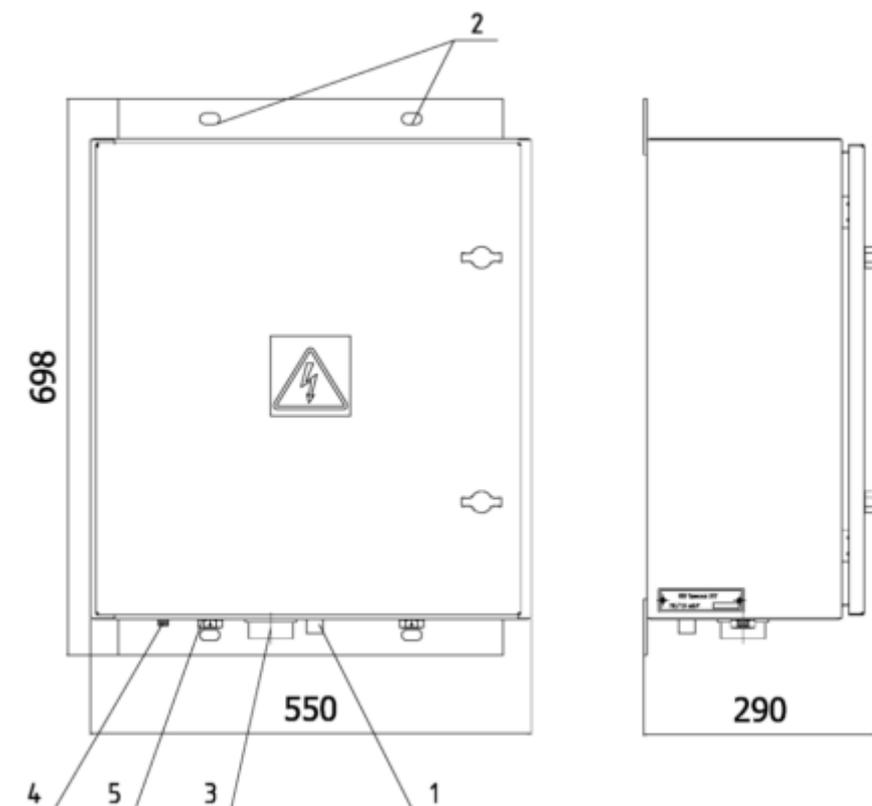

Рисунок 15
**2.1.5. Внимание!** При подъеме и установке высоковольтного модуля на монтажные конструкции запрещается использовать высоковольтные вводы. Это может привести к повреждениям высоковольтного модуля. Используйте специальные монтажные рымы (рис.4, рис. 15).
- Произвести соединение корпуса ШУ с заземляющим устройством. Заземляющий провод присоединяется к бобышке на корпусе ШУ (поз.1, рис. 15) с помощью болта М10.